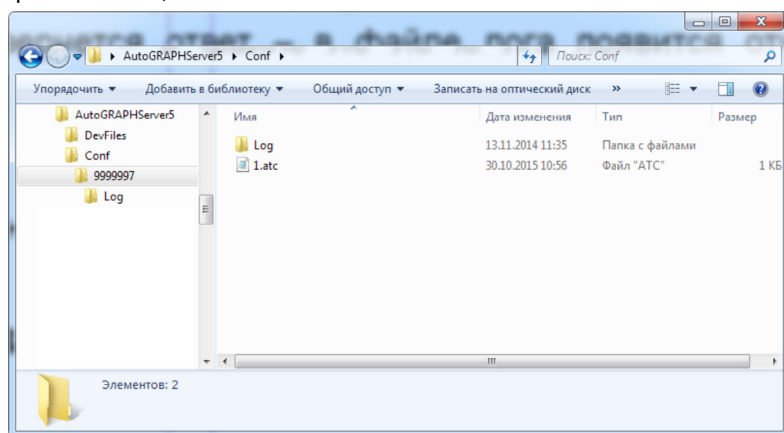

Рис.101. Структура папки \Conf.
- далее перейти в папку бортового контроллера АвтоГРАФ, к которому подключен дисплей. Папка названа по серийному номеру контроллера (Рис.101).